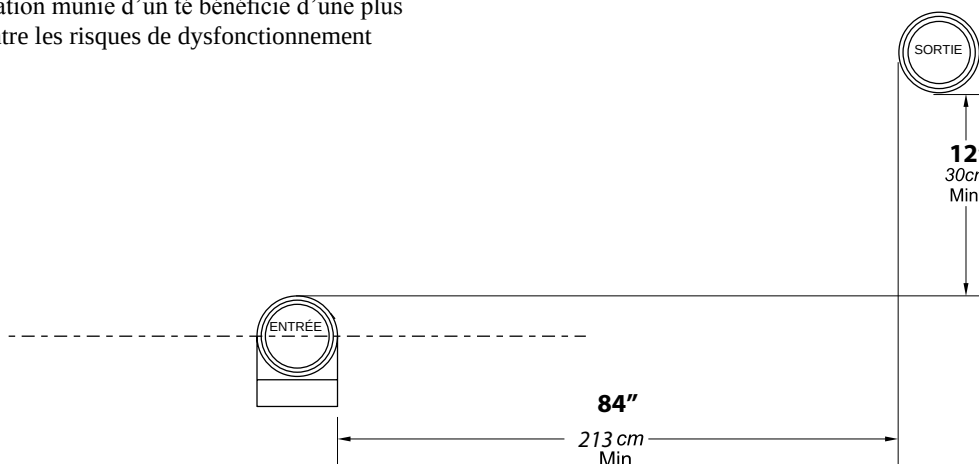

Figure 4. Distance minimale de ventilation
1. La Figure 4 montre les exigences concernant les dégagements d'une terminaison de ventilation mécanique aux USA et au Canada.
7. Si la chaudière ou le chauffe-eau utilise de l'air de combustion en conduite depuis une terminaison d'admission située sur le même mur, voyez les Figures 4 et 5 pour un espacement et une orientation appropriés.
4. Si le MagnaTherm est ventilé sur le même mur latéral, utilisez la Figure 4 pour déterminer les emplacements de montage appropriés.